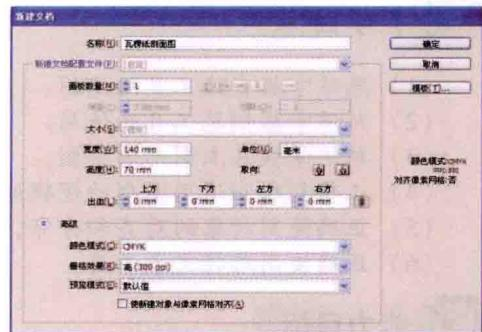

图 2-2 文件设置
1. 新建 Illustrator CS5 文件并命名为“瓦楞纸剖面图”，文件的设置等如图 2-2 所示。